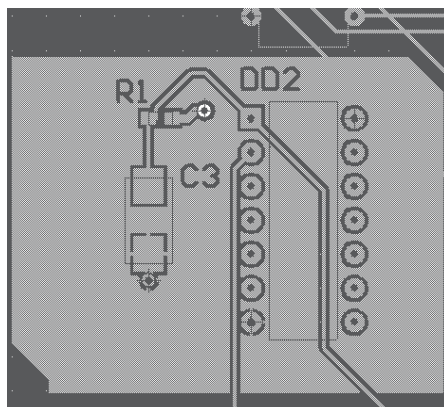

Рис. 7.18. Полигон Polygon Pour на плате
6. Щелчком левой кнопкой мыши за пределами контура полигона выделение с него снимается, и он представляется в своем конечном виде — прорезанным печатными проводниками посторонних цепей, контактными площадками компонентов, с удаленными островками или всей неподключенной металлизацией (рис. 7.18).